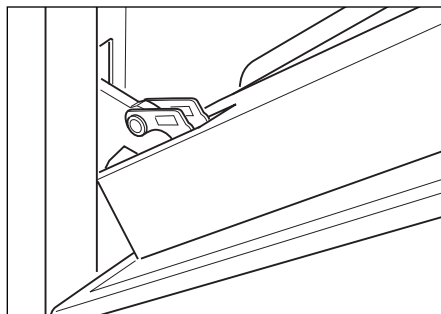

Fig. 50d
- Refermez doucement la porte jusqu'à ce que les leviers « A » des charnières gauche et droite s'accrochent sur la partie « B » de la porte (Fig. 50d).